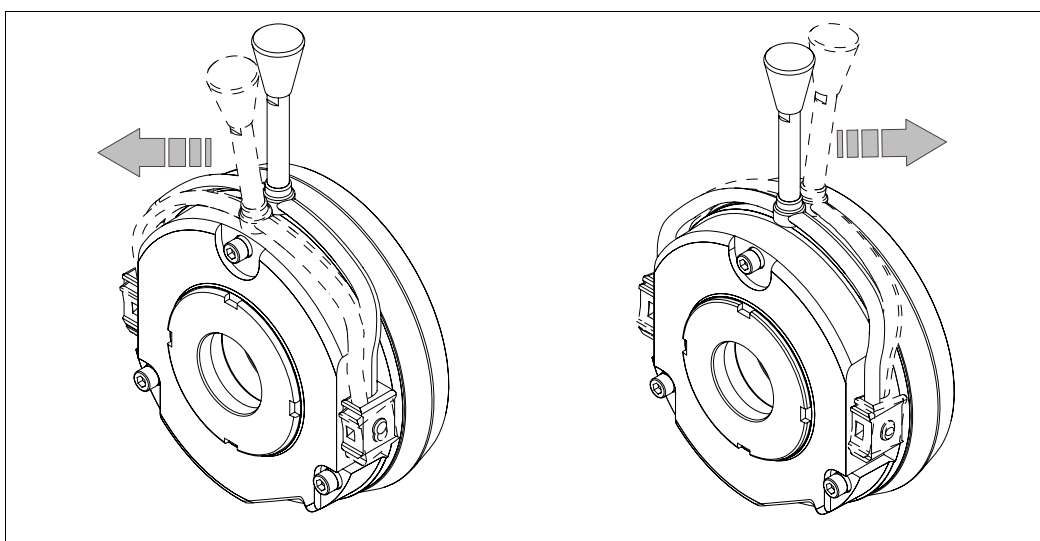

Fig. 20 Sens de manoeuvre du levier
1. Couple de serrage du levier (Fig. 20) : env. 150 N (serrer jusqu'à ce que la résistance augmente de façon significative).